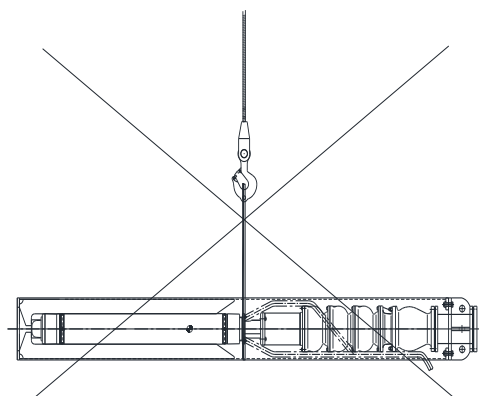

图6 潜水泵错误吊装示意图
4.3.3 吊装时，应吊冷却套管的吊耳部分或者托盘，不应直接吊泵体，防止损坏泵体，错误吊装示意图如图 6 所示。